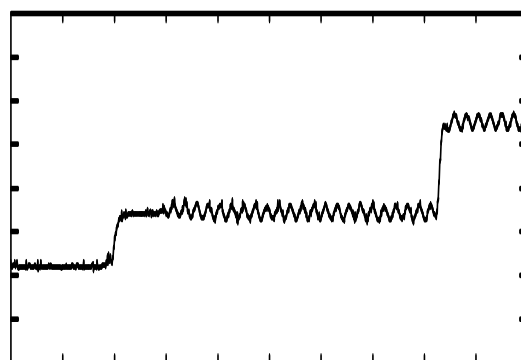

figura 3
- Baje el coeficiente de barrido a $2 \mu\text{s}/\text{div}$. El inicio de línea se dilata, el punto de activación permanece sin cambios (impulso de sincronización de línea) (figura 3).